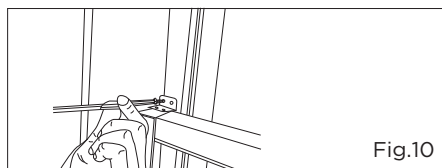

Fig.10
6. Para asegurar el marco inferior en su lugar, instalar el bloqueo del marco de ángulo recto con el tornillo de 1/2\" (12,7mm) como se muestra (Fig.10).